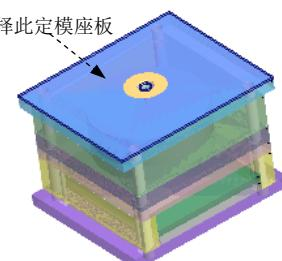

图 30.30 定义去除材料对象
Step4. 设置深度选项。在操控板中选取深度类型 (直到最后)；单击操控板中的 按钮，在“相交”界面中取消选中 自动更新 复选框，并移除所有相交的模型，然后选取图 30.30 所示的定模座板为去除材料对象；在“拉伸”操控板中单击 按钮，完成特征的创建。